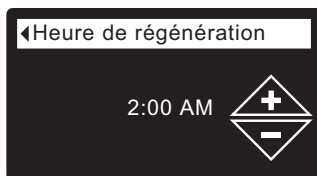

FIG. 51
5. Appuyez sur le sélecteur (O) pour afficher l'écran de l'heure de régénération (cf. Figure 51).